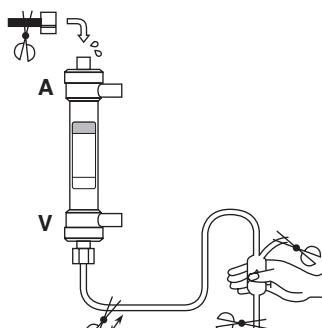

Fig.3/Abb.3/Εικ.3
5) Sluit de arteriële slang die is gevuld met fysiologische zoutoplossing voorzichtig aan op de arteriële poort en zorg ervoor dat er geen lucht in de dialysator komt. Als er luchtbellen worden waargenomen in de arteriële poort, verwijder ze dan door in de veneuze druppelkamer te knijpen. (Fig. 3)